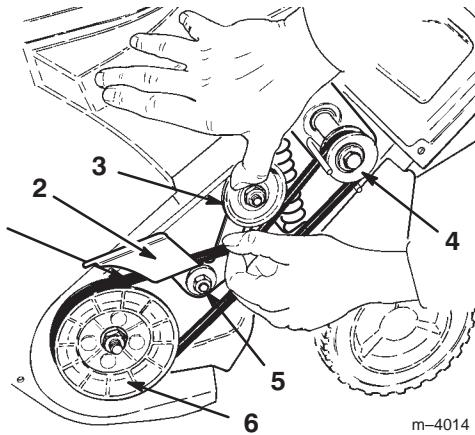

Figure 14
7. Desserrez l'écrou de pivot de renvoi (Fig. 14).
8. Déposez la courroie d' entraînement de la poulie de turbine (Fig. 14).
9. Appuyez sur la poulie de tension pour libérer le bras de frein et extraire la courroie usagée qui se trouve derrière (Fig. 14).
10. Déposez la courroie de la poulie d' entraînement (Fig. 14).
11. Enroulez la courroie d' entraînement neuve autour de la poulie d' entraînement et derrière le bras de frein (Fig. 14).
12. Saisissez la courroie d' entraînement neuve, glissez-la sur la poulie de turbine et tournez la turbine jusqu'à ce que la courroie soit entièrement installée (Fig. 14).
15. Serrez les écrous de montage du moteur et l' écrou de pivot de renvoi (Fig. 14) à un couple compris entre 19,2 et 22,6 Nm.